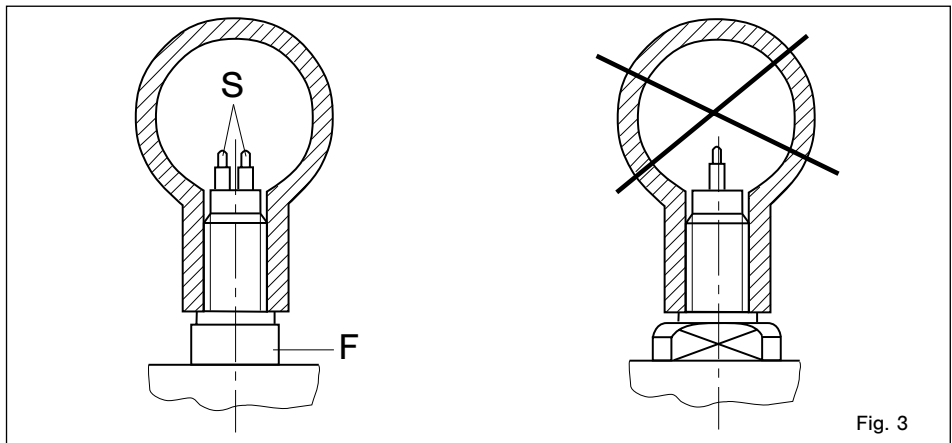
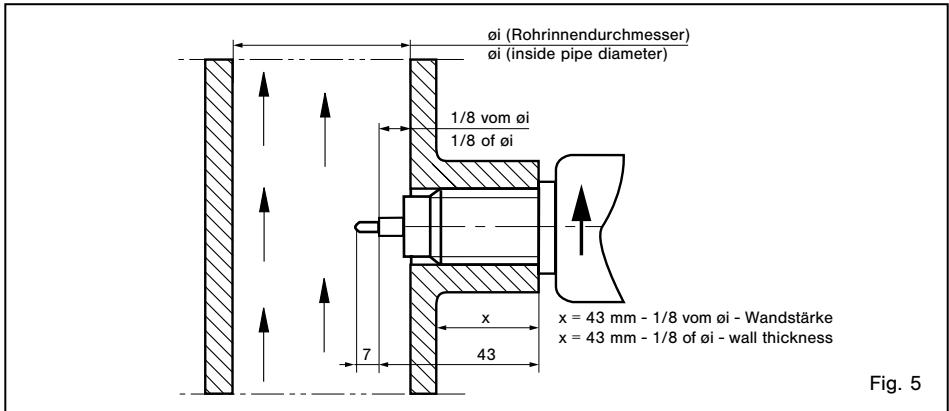

Fig. 3
Fig. 5
- 2 Die Messfühler (S) müssen nebeneinander im Rohr liegen (siehe Fig. 3):
- 2 The two sensors (S) must be side by side across the direction of flow (see fig. 3):
Die beiden Messfühler (S) müssen im eingebauten Zustand nebeneinander im Strömungsmedium liegen. Dies ist der Fall, wenn die Schlüsselansatzflächen (F) parallel zur Rohrleitung stehen (siehe Fig. 3). Bis 56 mm Rohrinne Durchmesser muss der Einschraubstutzen bündig mit der Rohrinne wand sein. Größer 56 mm Rohrinne Durchmesser muss die Fühlermitte (schräger Absatz) auf 1/8 des Rohrinne Durchmessers eingeschraubt werden. Der Pfeil (Laserbeschriftung) an der Seite des Gehäuses muss in Strömungsrichtung zeigen (siehe Fig. 5).
The two sensors (S) of the flow meter must be aligned side by side directly across the direction of flow. The sensors are correctly positioned when the wrench flats (F) are aligned parallel with the pipe (see fig. 3). For inside pipe diameters up to 56 mm (2.2 in) the shaft end must be in line with the inner pipe wall. For inside pipe diameters above 56 mm (2.2 in) the shoulder of the two sensors (7 mm (0.28 in) from the tip) must be positioned at 1/8 of inside pipe diameter $\varnothing i$. The arrow (laser marking) at the side of the housing must show in direction of flow (see fig. 5).
Die beiden Messfühler (S) müssen im eingebauten Zustand nebeneinander im Strömungsmedium liegen. Dies ist der Fall, wenn die Schlüsselansatzflächen (F) parallel zur Rohrleitung stehen (siehe Fig. 3). Die Fühlermitte (schräger Absatz) muss bei $1/8$ des Rohrinneindurchmessers positioniert werden. Der Pfeil (Laserbeschriftung) an der Seite des Gehäuses muss in Strömungsrichtung zeigen (siehe Fig. 7).
The two sensors (S) on the flow meter must be aligned side by side directly across the direction of flow. The sensors are correctly positioned when the wrench flats (F) are aligned parallel with the pipe (see fig. 3). The shoulder of the two sensors (7 mm (0.28 in)) must be positioned at $1/8$ of inside pipe diameter \varnothing_i . The arrow (laser marking) at the side of the housing must show in direction of flow (see fig. 7).